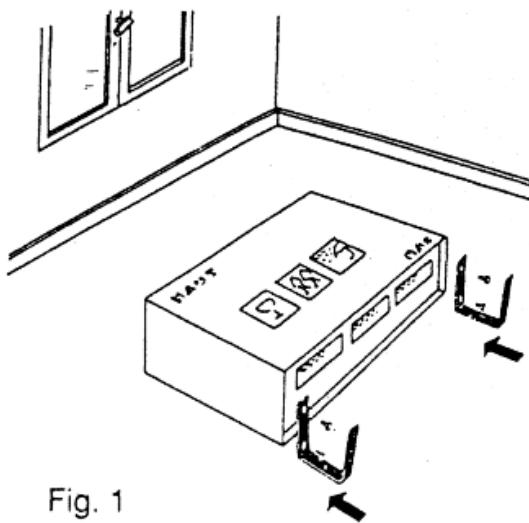

Fig. 1
- Ouvrir l'emballage côté fléché et visser les pieds Fig 1 avant de sortir l'appareil.